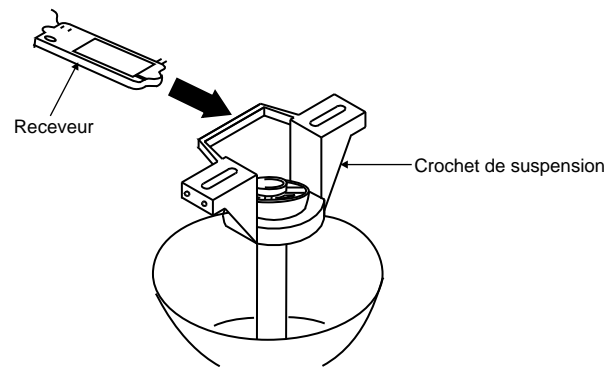

Fig. 13
Étape 1. Insérez le récepteur dans le support de montage au plafond avec le côté plat du récepteur face au plafond. (Fig. 13) Pour de meilleures performances, assurez-vous que l'antenne noire, située à l'extrémité du récepteur, reste étendue et ne soit pas emmêlée avec aucun des fils électriques.